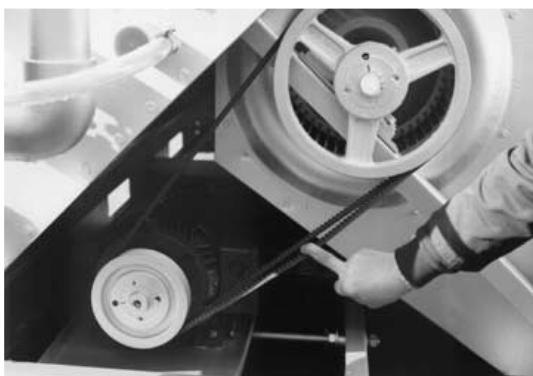

Figure 5 - Tension des courroies
- a. la déflexion est de 10 mm/m de longueur de courroie libre (voir fig. 5)